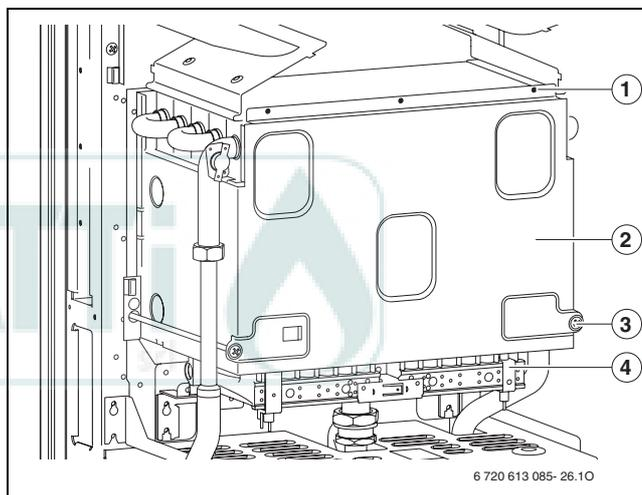

Fig. 55 Aprire il bruciatore
- ▶ Rimuovere la parete anteriore della camera di combustione e il bruciatore (fig. 55).